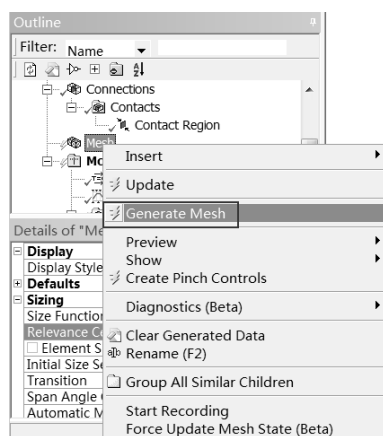

图 7-36 快捷菜单
Step5 : 如图 7-36 所示, 右击 Mesh 选项, 在弹出的快捷菜单中选择 Generate Mesh 命令, 划分网格。